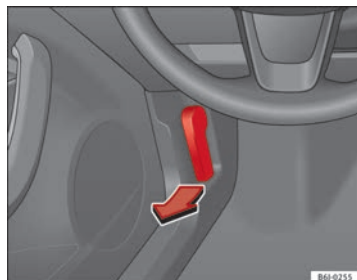

Fig. 123 Palanca apertura capó motor
- Tire de la palanca que se encuentra bajo el tablero de instrumentos → fig. 123 en el sentido que indica la flecha. El capó queda desbloqueado por la acción resorte del muelle → ⚠.